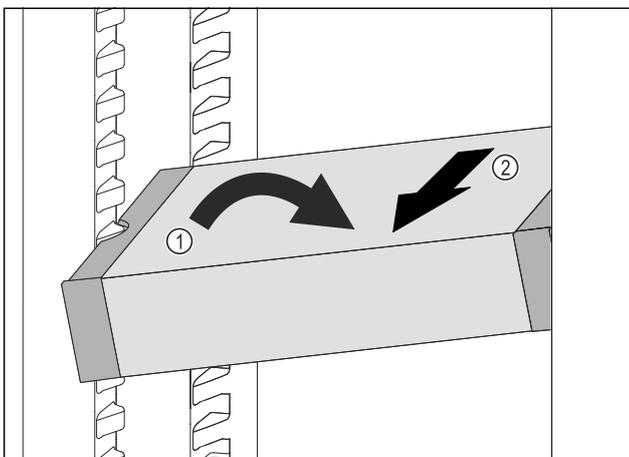

Fig. 102
- ▶ Встановити VarioSafe під кутом в охолоджувальному відділенні. Fig. 102 (1)
- ▶ Витягнути VarioSafe вперед. Fig. 102 (2)